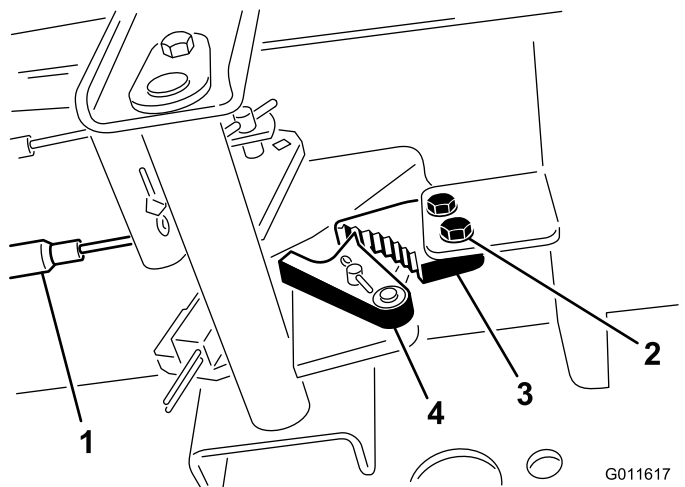

Figure 46
1. Desserrez les 2 vis qui fixent le cliquet du frein de stationnement au cadre (**Figure 46**).
2. Appuyez sur l'avant de la pédale du frein de stationnement jusqu'à ce que le verrou s'engage complètement sur le cliquet du frein (**Figure 46**).